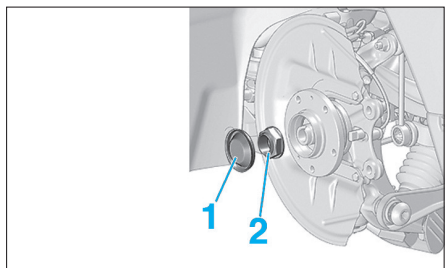

Fig. 47
- le bouchon d'étanchéité (1) (Fig.47),
- l'écrou du moyeu (2),